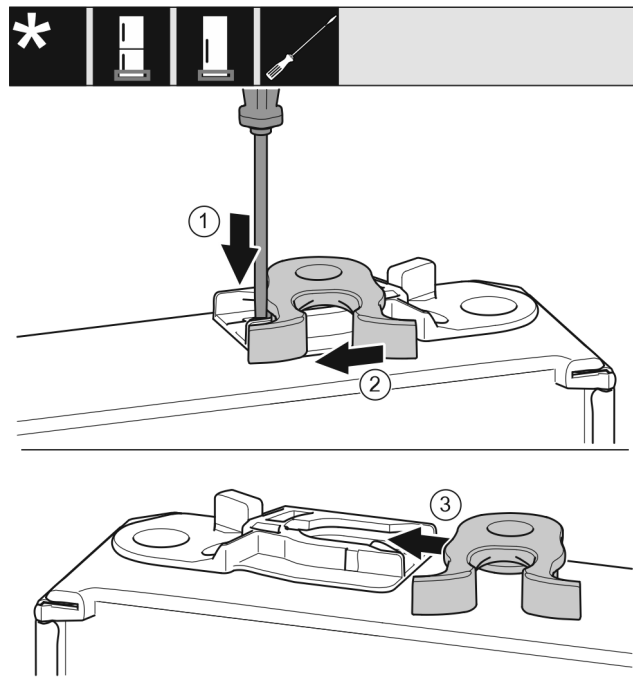

Fig. 19
- ▶ С плоска отвертка натиснете езичето надолу. Fig. 19 (1)
- ▶ Извадете затварящата кука от водача. Fig. 19 (2)
- ▶ Вкарайте затварящата кука във водача от другата страна. Fig. 19 (3)